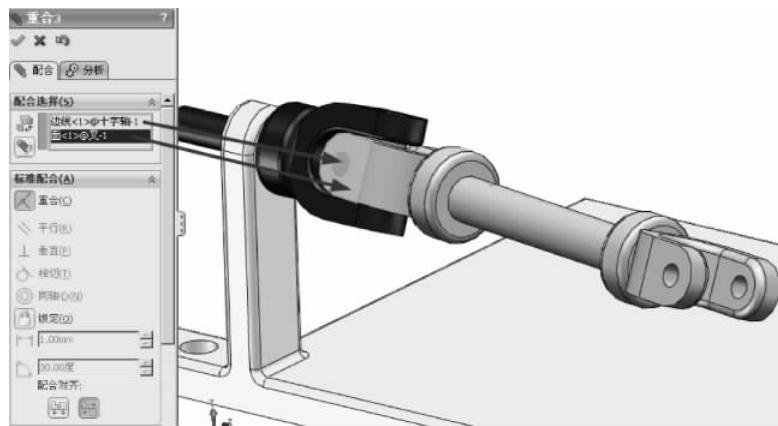

图 3-65 重合配合
(3) 单击【装配体】工具栏中的【配合】按钮 ，弹出【配合】的属性设置。选择【标准配合】选项组下的【重合】配合类型 ，在【要配合的实体】选择框  中选择如图 3-65 所示的面，其他保持默认，单击【确定】按钮 ，完成重合的配合。